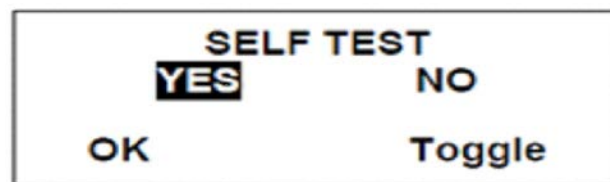

Ilustración 112
Cuando se selecciona YES (Sí) (ilustración 112), los indicadores de la prueba automática de arranque se pondrán en cero, la pantalla LCD se probará, sonarán tres tonos del altavoz, los indicadores de medidores se moverán al 50 %, al 100 % y regresarán a cero, y todas las luces de advertencia se encenderán durante 5 segundos. Cuando se selecciona NO, los indicadores se pondrán en cero, la pantalla LCD no se probará y todas las luces de advertencia se encenderán durante 5 segundos. Al oprimir el botón (B), se conmuta entre YES (Sí) y NO, y al oprimir el botón (A), se sale de regreso a la pantalla del menú de configuración. El ajuste predeterminado para esta opción es YES (Sí).